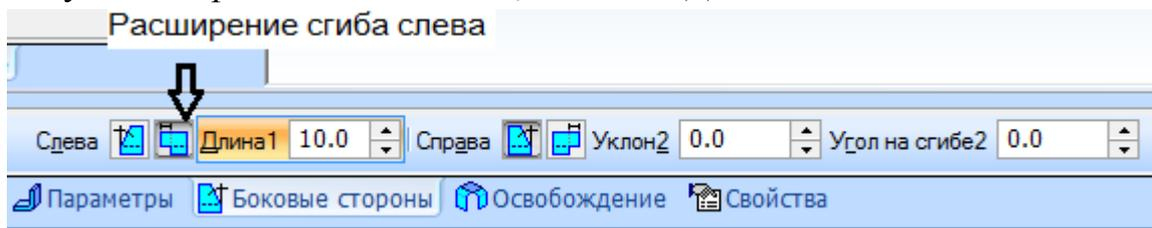

Рисунок 33.
2. Направим сгиб вниз. На нижней вкладке нажимаем кнопку «Обратное направление» . В поле «Длина» задаем величину сгиба - **30мм**, в поле «Радиус сгиба» - **4мм**. Затем открываем следующую вкладку «Боковые стороны» (рисунок 33). В группе «Слева» необходимо нажать кнопку «Расширение сгиба слева», а в поле «Длина 1» - **10мм**.